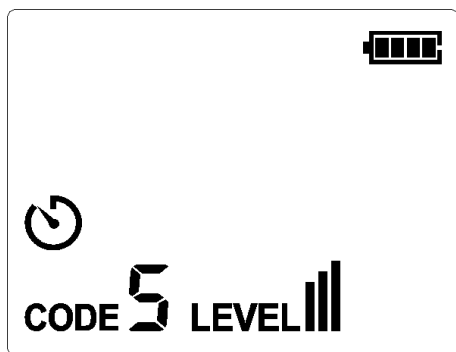

Figura 6.1.1a
2. El transmisor está en estado de encendido de forma predeterminada (el transmisor no inicia la transmisión), presione brevemente el botón ACTIVAR/DETENER para detener la transmisión cuando el transmisor inicie la transmisión. Cuando se presiona brevemente el botón CÓDIGO, el símbolo CODE parpadea durante 0.5s, como se muestra en la Figura 6.1.1a.